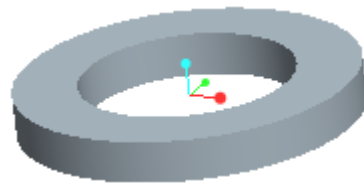

図 7-73 ワッシャ完成図
- これで押し出しの作業は完了するので右上のフィーチャー終了 ボタンを押してフィーチャー画面を終了させる (図 7-73 参照)。